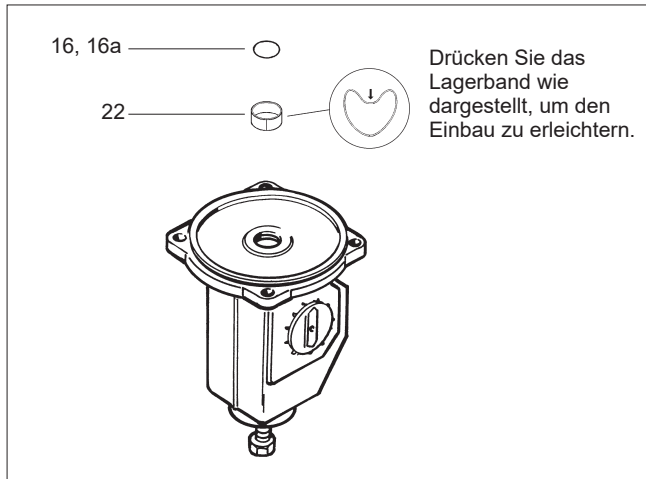
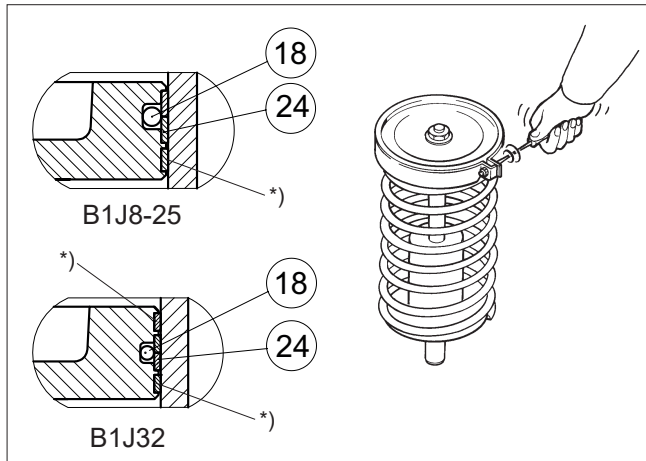
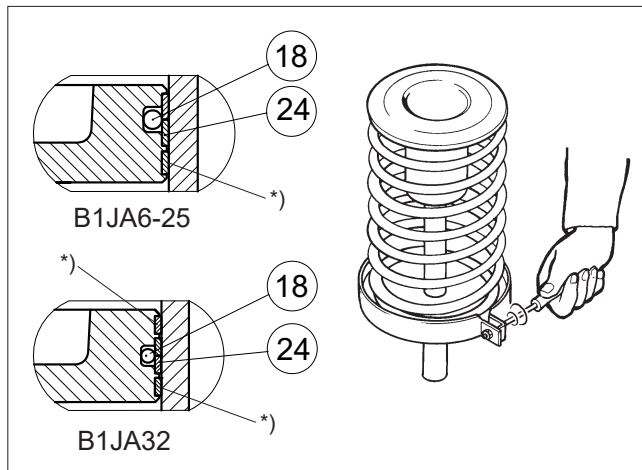

Abb. 11 Montage der Kolbenstange und der Dichtung
Abb. 12 Anziehen der Kolbendichtungen mit einem Spannring
Abb. 18 Anziehen der Kolbendichtungen mit dem Spannring
- Schmieren Sie den Dichtungsraum und die neuen O-Ringe (16, 16a) mit Unisilikon L250L oder gleichwertigem Silikonfett. Schmieren Sie den Dichtungsraum mit Cortec VCI-369. Bauen Sie das neue Lager (22) und die O-Ringe (16, 16a) ein (siehe Abb. 11).
- Installieren Sie den O-Ring (18), der sich unter den Kolbendichtungen befindet.
- Legen Sie die Kolbendichtungen (24) so um den Kolben herum, dass die Enden der Streifen auf gegenüberliegenden Seiten liegen. Ziehen Sie die Streifen mit dem Spannring fest, wie in Abbildung 12 dargestellt ist. Die mit einem Sternchen (\*) gekennzeichneten Streifen können zum Erleichtern des Zusammenbaus um 1,5-3 mm gekürzt werden.
- Entfernen Sie die seitliche Anschlagsschraube (27) am Zylinderende.
- Entfernen Sie die Zylinderbefestigungsschrauben (31) von der Seite des Zylinderbodens (6). Heben Sie den Zylinder zusammen mit der Ende ab.
- Entfernen Sie die Gehäuseabdeckung (2).
- Drehen Sie das Gestänge so weit (durch ausreichenden Druck auf den Zylinder), dass die Befestigungsschraube der Lagereinheit (29) freigelegt wird.
- Entfernen Sie die Dichtung der Kolbenstange (16, 16a) und das Lager (22). Reinigen Sie den Dichtungsraum.
- Schmieren Sie den Dichtungsraum und die neuen O-Ringe (16, 16a) mit Unisilikon L250L oder Molykote III. Schmieren Sie den Dichtungsraum mit Cortec VCI-369. Bauen Sie das neue Lager (22) und die O-Ringe (16, 16a) ein (siehe Abb. 11).
- Legen Sie die Kolbendichtungen (24) so um den Kolben herum, dass die Enden der Streifen auf gegenüberliegenden Seiten liegen. Ziehen Sie die Streifen mit dem Spannring fest, wie in Abbildung 18 dargestellt ist. Die mit einem Sternchen (\*) gekennzeichneten Streifen können zum Erleichtern des Zusammenbaus um 1,5-3 mm gekürzt werden.